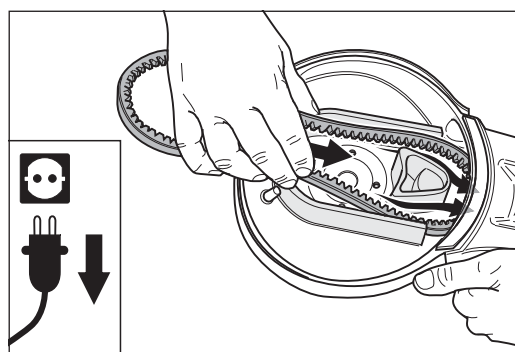

Abb. 75 Den neuen Keilriemen einlegen und ihn auf der Motorseite ganz nach hinten ziehen.
- 1 Legen Sie einen neuen Keilriemen in den Vorsatz ein (Abb. 75). Achten Sie auf die richtige Einbaulage des Keilriemens und ziehen Sie ihn auf der Motorseite ganz nach hinten.